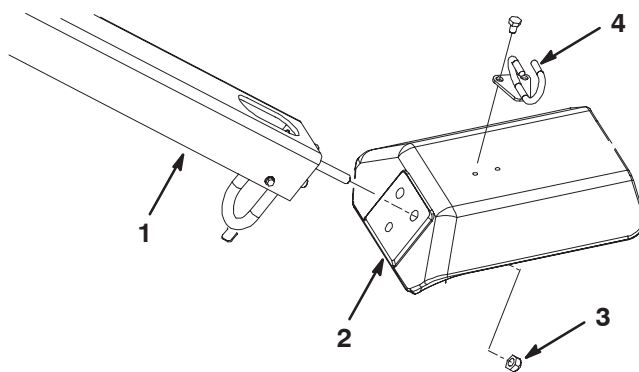

Bild 3
2. Setzen Sie die Befestigungsbolzen für den Griff in die Löcher in der Gabel ein (Bild 3).
3. Befestigen Sie die Griffbolzen mit drei 1/2–20 Sicherungsmuttern an der Gabel (Bild 3)
5. Befestigen Sie die Kabelführung mit zwei 5/16 x 1/2 Zoll Kopfschrauben oben an der Gabel (Bild 3).